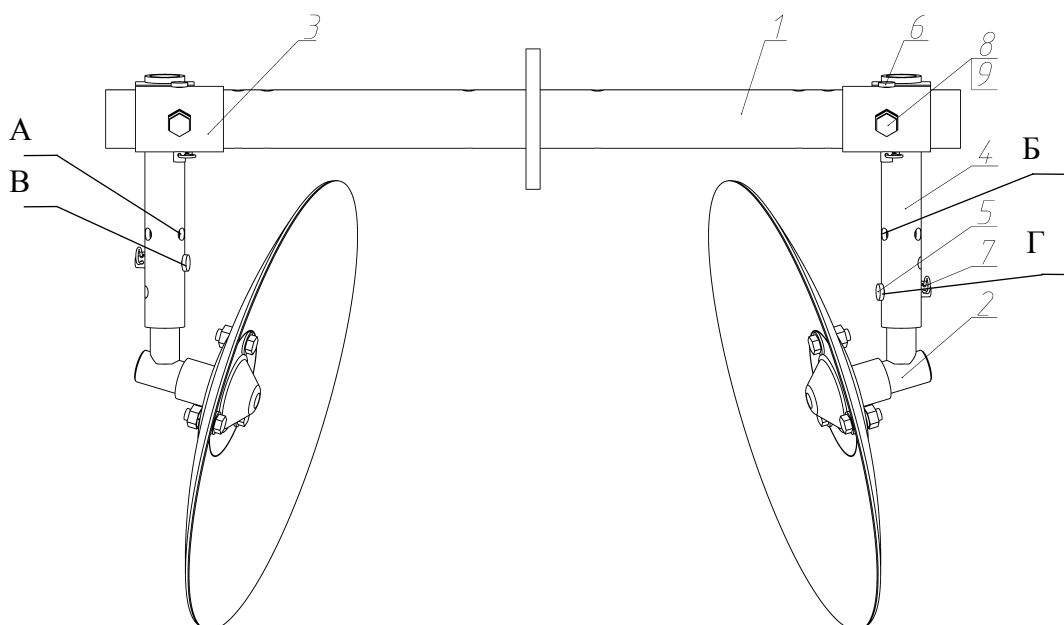

Рис. 3
- зафиксировать его с помощью оси 6 и быстросъемного шплинта 7 рис. 3;
- зафиксировать его с помощью оси 5 и быстросъемного шплинта 7 рис. 3;
- для легкой сухой почвы выбрать угол 30°, установив ось 5 в отверстия А и Б рис. 3;
- для тяжелой сырой почвы выбрать угол 15°, установив ось 5 в отверстия В и Г рис. 3;